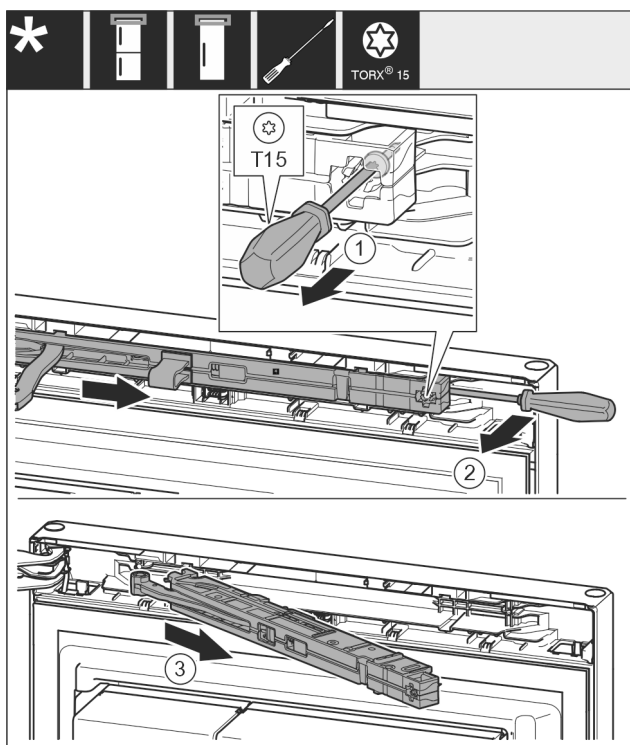

Fig. 10
- ▶ Vabastage sulgemismortisaatori mooduli kruvi kruvikeerajaga T15 u 14 mm. Fig. 10 (1)
- ▶ Lükake kruvikeeraja käepideme küljel sulgemismortisaatori mooduli taha ja pöörake moodulit ettepoole. Fig. 10 (2)
- ▶ Tõmmake sulgemismortisaatori moodul välja. Fig. 10 (3)